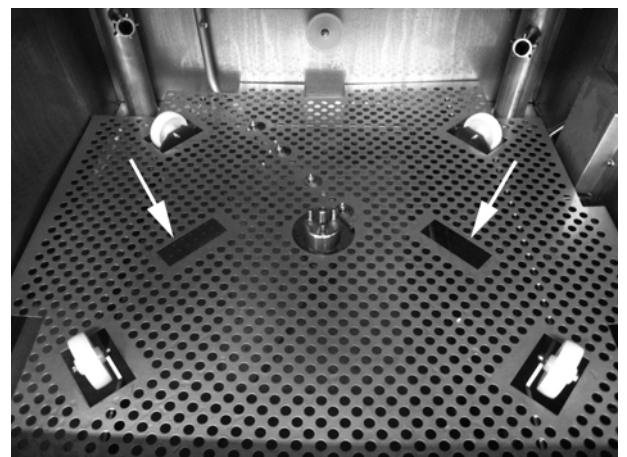

Abbildung 27: Tankgitter
4. Das Tankgitter an den Griffen herausnehmen. Siehe Abbildung 27 Tankgitter.